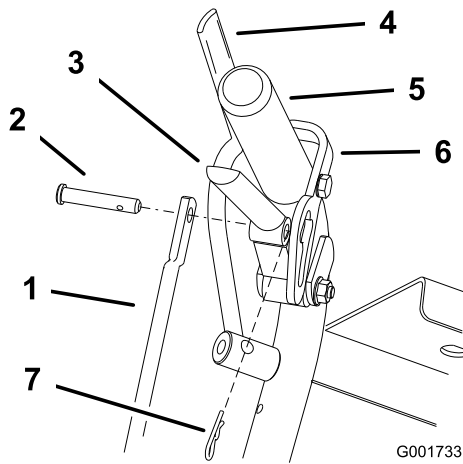

Bild 37
1. Lassen Sie den Antriebshebel los und entfernen Sie den Splint und Lastösenbolzen, um die Länge der Stange einzustellen. Drehen Sie die Stange im Stangen-Anschlussstück (Bild 37).
4. Stecken Sie den Lastösenbolzen in den Antriebshebel (Bild 37).
6. Stecken Sie den Splint zwischen den Antriebshebeln und den Neutral-Arretierungen in die Lastösenbolzen (Bild 37).